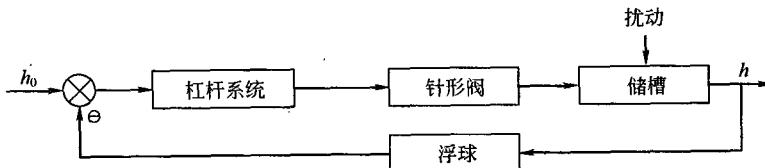

图 1-5 储槽水位控制系统方框图
(2) 储槽水位控制系统方框图如图 1-5 所示。
(3) 当储槽的出水量突然增大时，出水量大于进水量，使水位下降，浮球下移，通过杠杆装置带动针形阀下移，增大了进水量，使出水量与进水量之差随之减小，水位下降变缓，直至进水量与出水量又相等，水位停止下降，重新稳定在某一位置，从而实现水位控制。